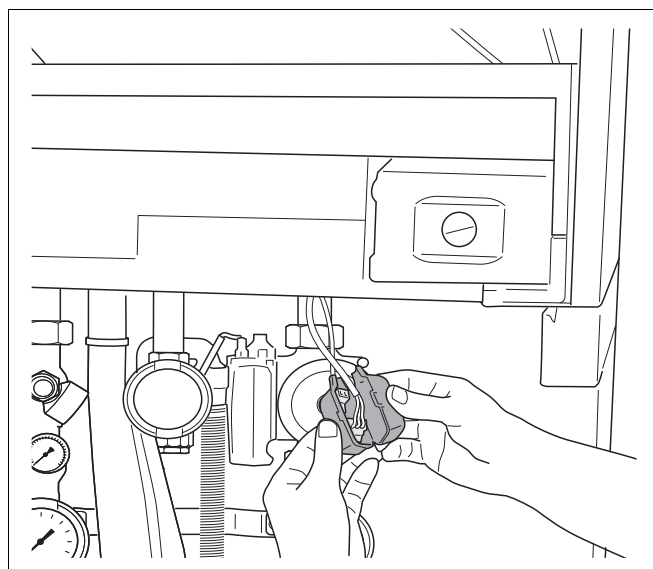
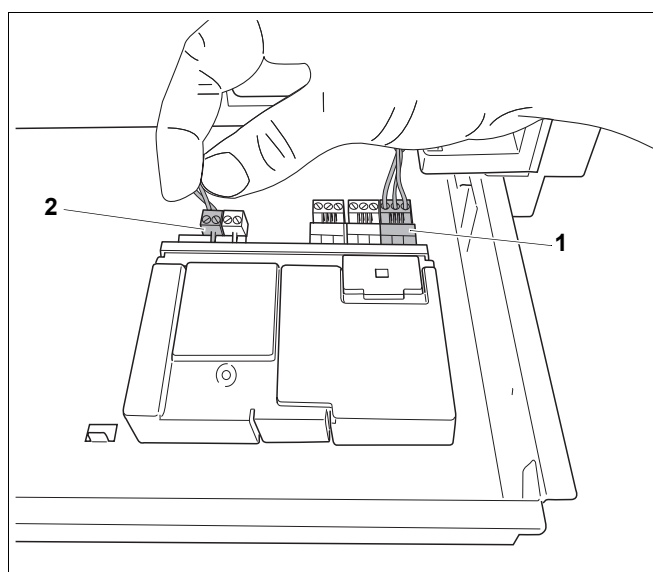

Fig. 47 Îndepărtați dopurile de protecție
Fig. 48 Legați modulele unele de altele
- Îndepărtați dopurile de protecție ale ambelor ștechere libere de la cablurile de racord ale modulului de funcționare (fig. 47).
- Racordați cablul liber de rețea AC de 230 V (fig. 47) la modul (fig. 48, poz. 1). Când sunt folosite mai multe module, alimentarea AC de 230 V a celui de-al doilea modul poate fi despărțită de primul modul. Folosiți la aceasta cablul livrat împreună cu modulul.
- Racordați ștecherul liber al cablului de racord de la EMS-Bus (fig. 48) la primul modul (fig. 48, poz. 2).